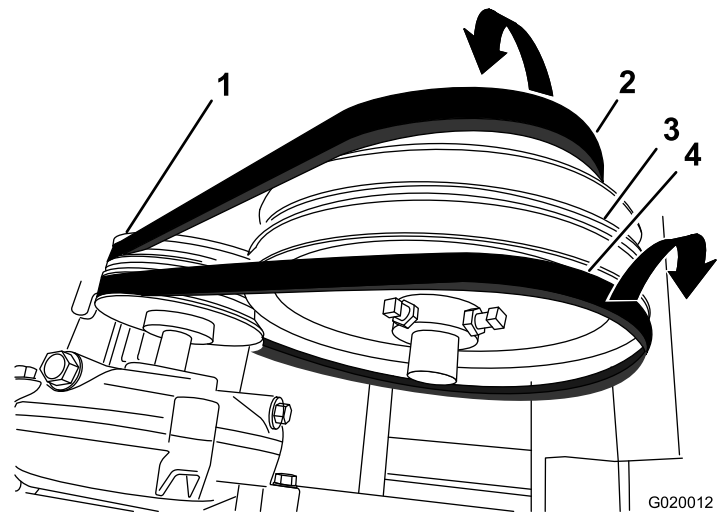

Figure 59
- Poussez la courroie avant vers l'avant et déchaussez-la de la poulie de tension (Figure 59).
- Poussez la courroie arrière vers l'arrière et déchaussez-la de la poulie de tension (Figure 59).